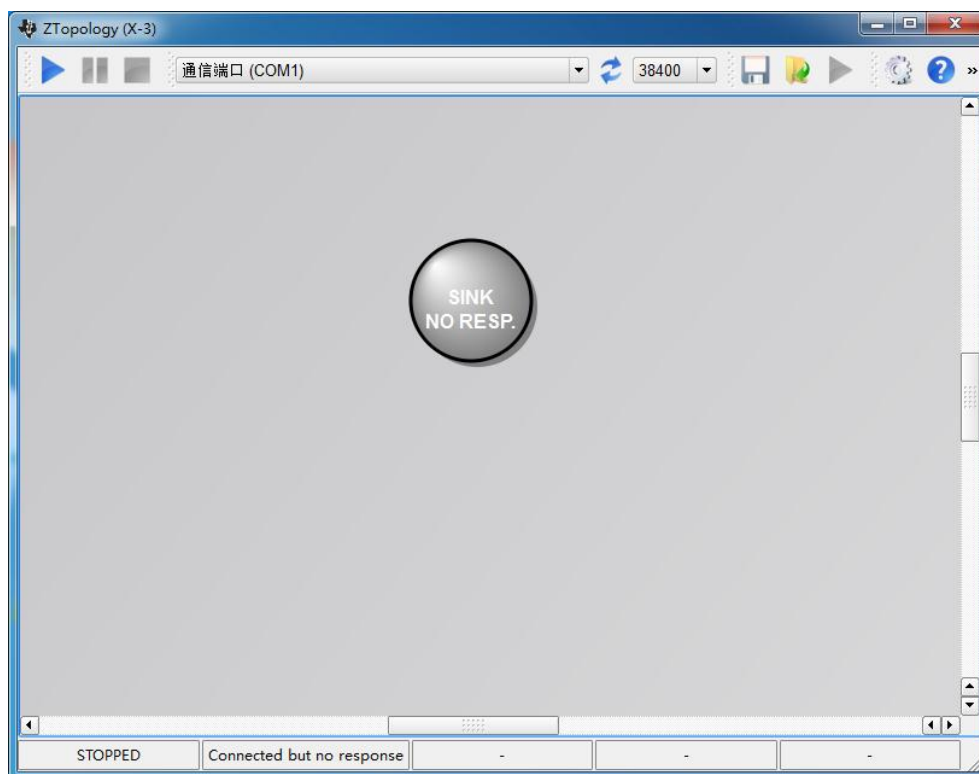
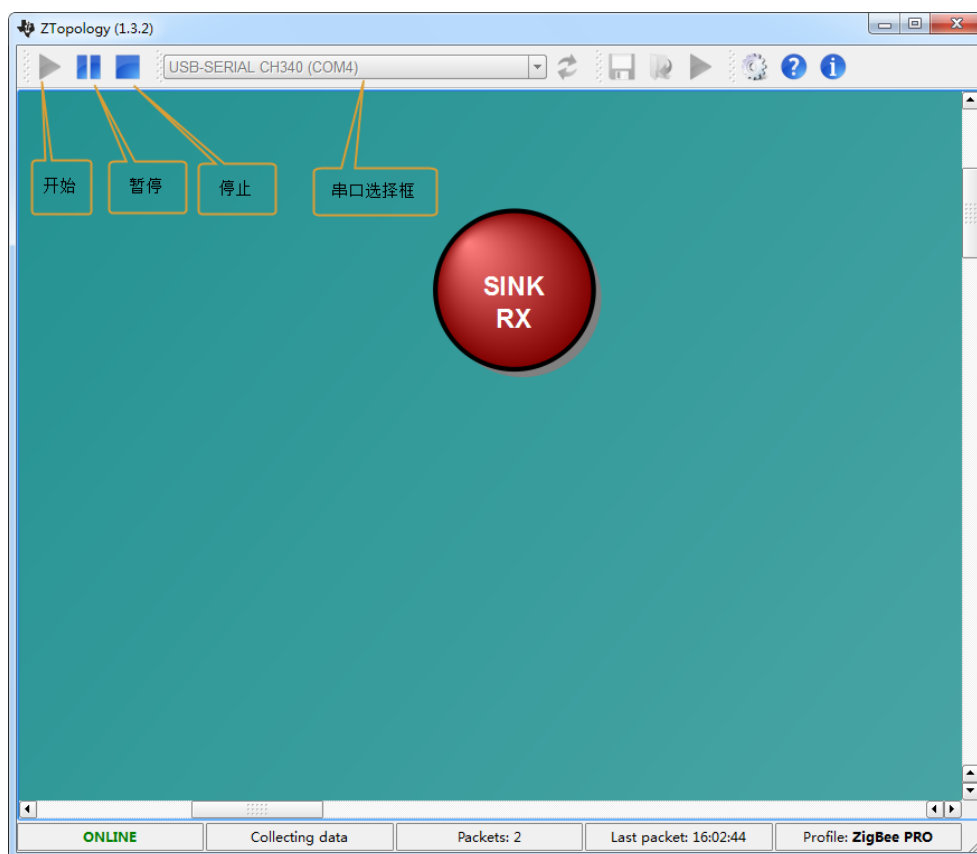
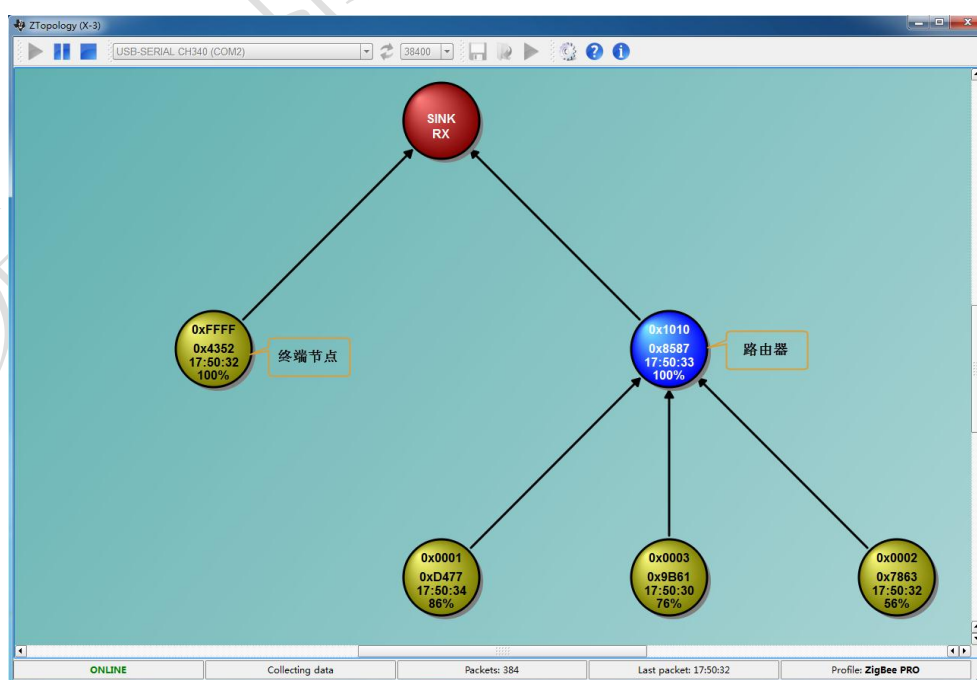
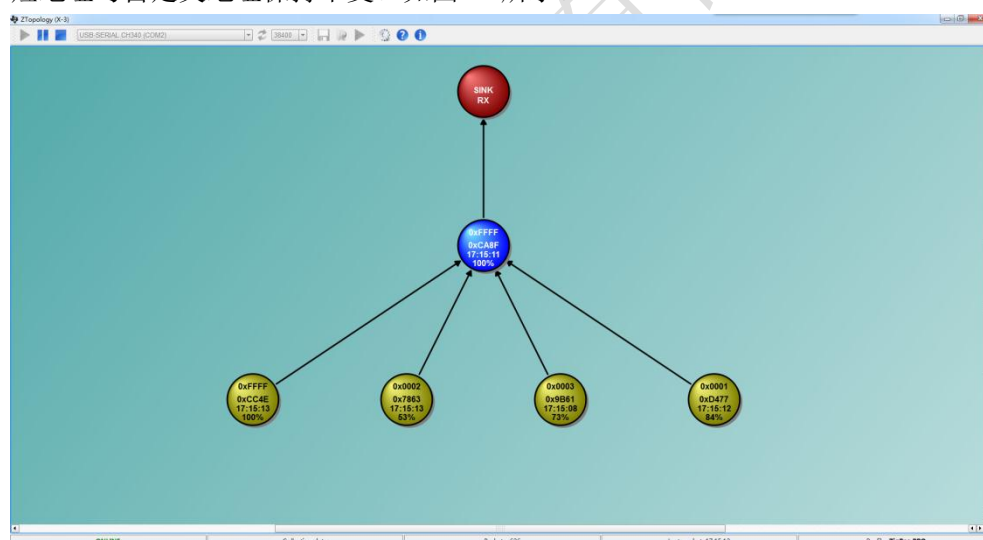

图 8 ZTopology 界面
图 9 ZTopology(X-3)
图 10 两个路由器 ZTopology
图 12 寻找父节点
- V3 版本请使用 ZTop 工具，V1，V2 版本请使用 ZTopology。以下以 V3 版本为例。下载并安装 ZTop 软件。成功安装软件后，将配置成协调器的 ZG-M100 模块，连接到 PC 端的串口上。此时打开 ZTopology 软件版本为 X-3，其整个界面如图 8 所示。
- 在 ZTopology 软件界面中，串口选择框上选择协调器的串口号。然后点击开始按钮，此时 ZTopology 中的圆圈变成暗红色，表示协调器已经在线。如图 9 所示。
- 在图 9 的界面中，按下方形的停止按钮，使 ZTopology 处于停止状态，其效果如图 8 所示。接下来将每个路由器依次上电，直到每个路由器都正常的加入网络，即 x 绿色灯 2s 闪烁一次。接着按下 ZTopology 界面中的开始按钮。此时 ZTopology 的界面如图 10 所示。
- Zigbee 终端节点在失父节点时，会自动寻找其它的父节点。比如将图 10 中的协调器关闭，其孩子节点就会以 rejoin 的方式加到旁边的路由器中，在此过程中 zigbee 短地址与自定义地址保持不变。如图 12 所示。